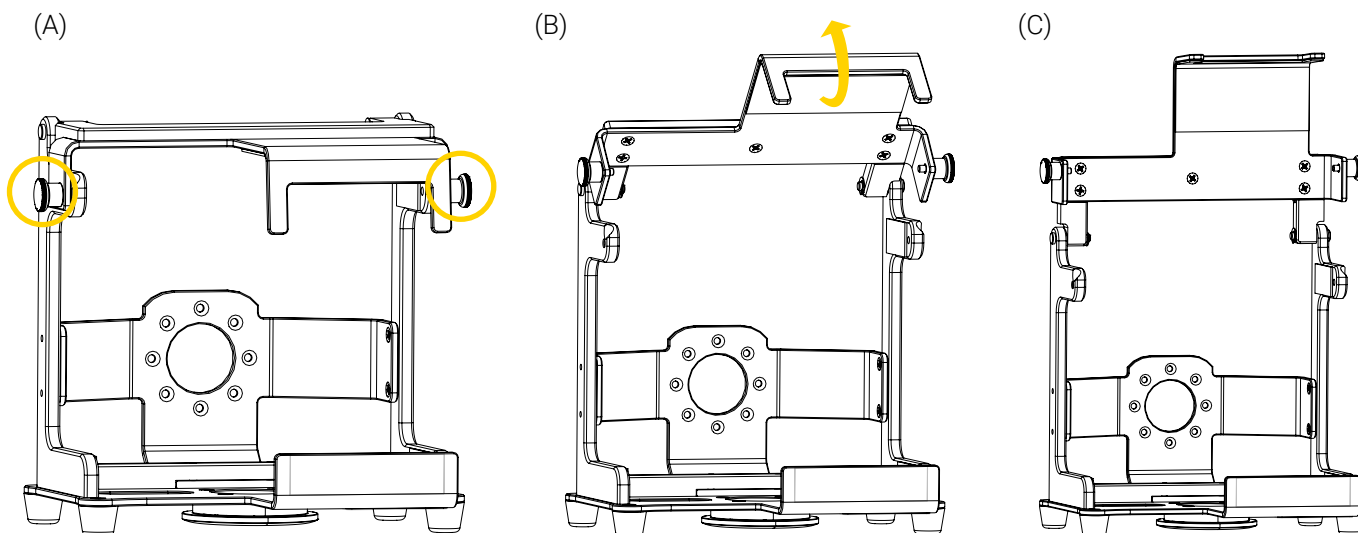

Figure 6: Retrait du PLUM 360 du support Bracket Pro Serie 221
2. Tirer sur les 2 boutons du mécanisme à déclenchement rapide pour désengager le dessus du support (Figure 6 A), puis le lever jusqu'à sa position finale (Figure 6 B et Figure 6 C).